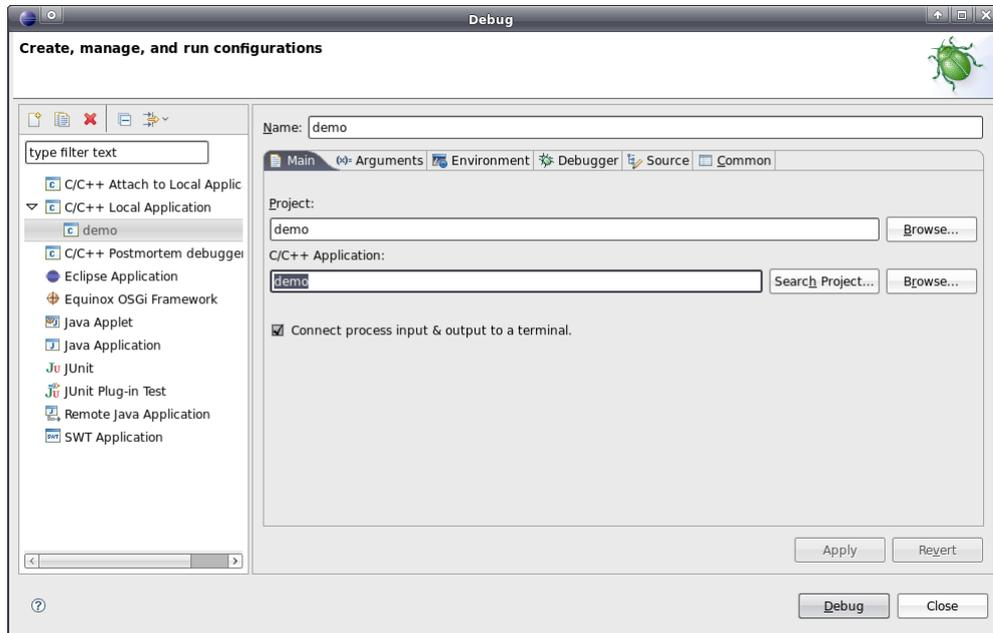

Bild 58: Festlegen der zu debuggenden Applikation
Die Konfiguration des Debuggers in der IDE ist nur einmalig beim ersten Aufruf notwendig. Die Konfiguration erfolgt innerhalb von "Eclipse" über den Menüpunkt **"Run -> Debug..."**. Dadurch wird der im Bild 58 dargestellte Konfigurationsdialog geöffnet. Hier sind folgende Schritte auszuführen:
2.1 Festlegen des im Debugger auszuführenden Programms (siehe Bild 58)